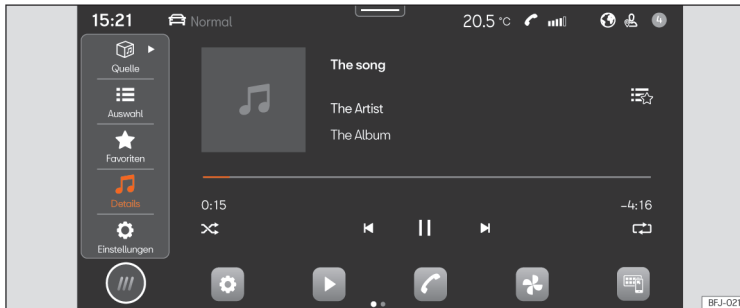

Abb. 142 Schematische Darstellung: Ansicht Medien
- Drücken Sie **HOME > ► > ► Abb. 142.**